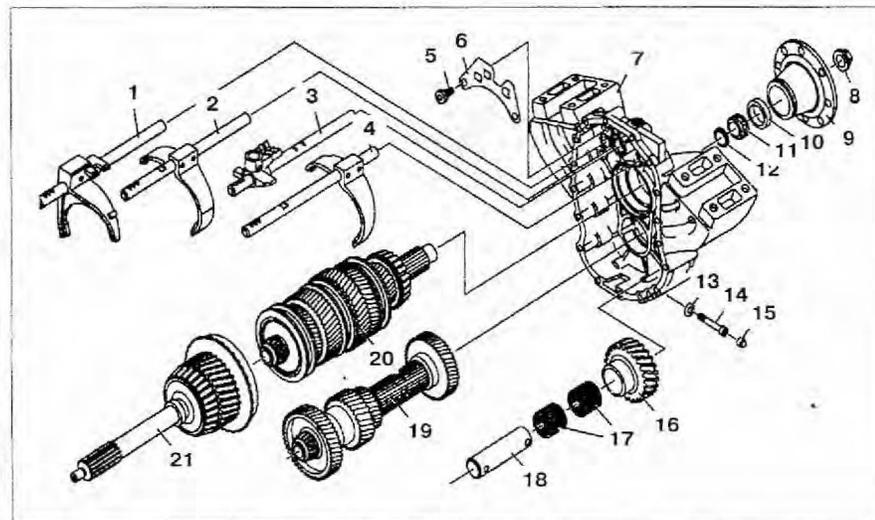

Рис. 4.59. Задняя часть коробки передач:
2. Снимите шестерню передачи заднего хода **16** (рис. 4.59).